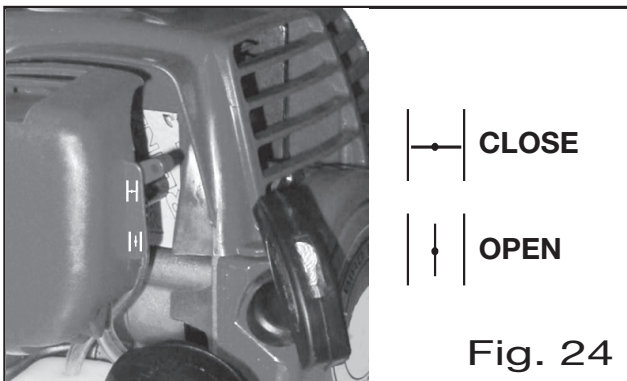

Fig. 24
- Vérifiez que le poids de la machine est réparti uniformément, qu'il est parfaitement équilibré dans l'axe de telle manière que l'organe de coupe soit parallèle au terrain, et qu'il n'y a pas besoin de le soutenir par l'intermédiaire de la poignée (Fig. 24).